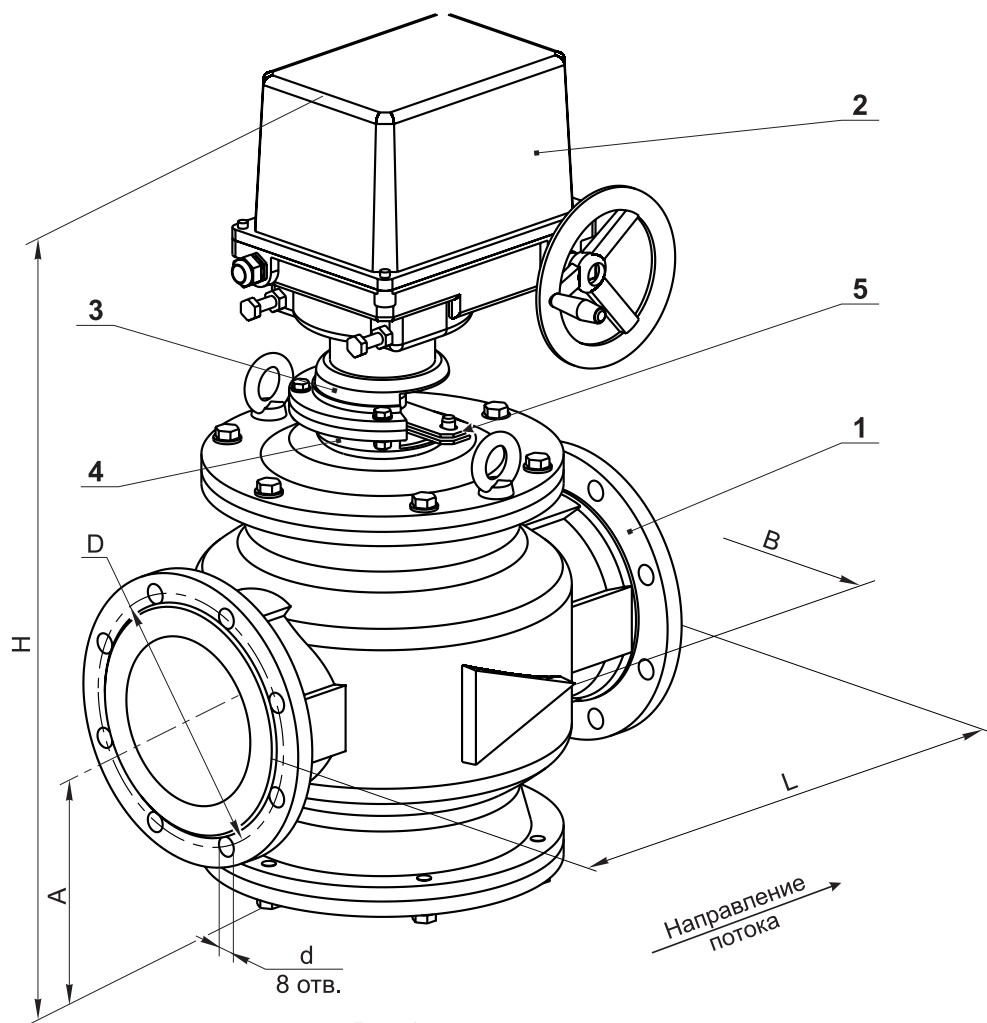

Рис. 1
2.1 Заслонка (см. рис. 1) состоит из следующих основных узлов и деталей: